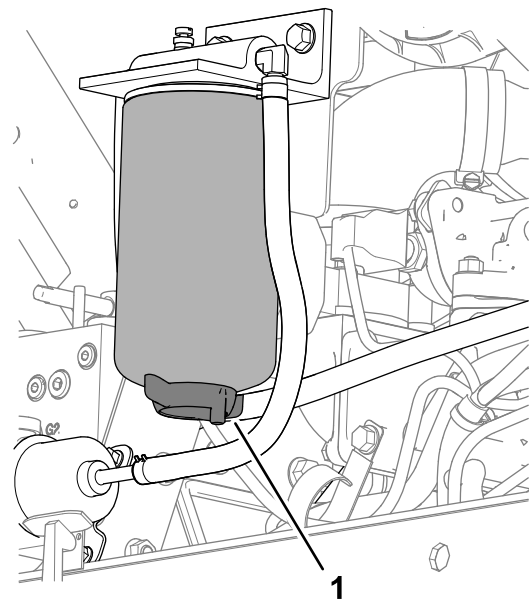

Figura 79
3. Coloque un recipiente debajo del filtro del separador de combustible/agua (Figura 79).